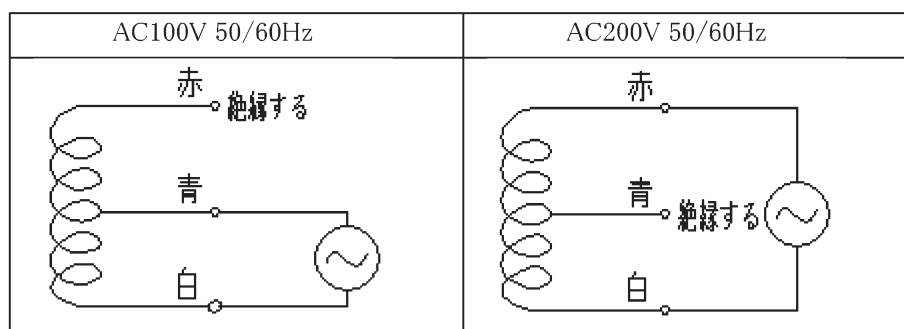

図5 結線図
- ② 電磁弁のリード線は白・青・赤に色分けしてありますので、図5のように結線してください。